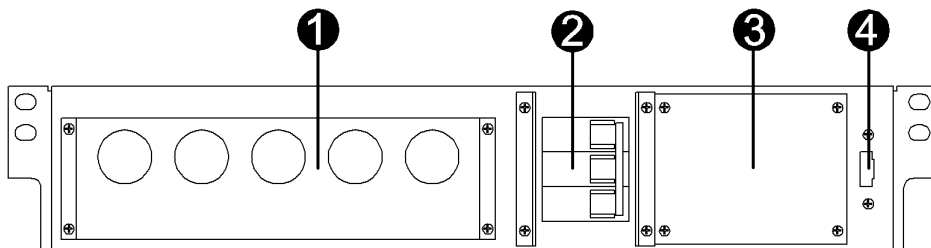

Рисунок 1 – Передняя панель модуля MBS 3/1 10K
- снять защитную крышку клеммной колодки **1** (см. рисунок 1) модуля, снять аналогичную защитную крышку ИБП;
- соблюдая фазировку соединить клеммные блоки входа переменного тока ИБП с правым клеммным блоком **9** и клеммными блоками **7** (см. рисунок 1) модуля;
- соблюдая фазировку соединить клеммные блоки выхода переменного тока ИБП с клеммными блоками **6** (см. рисунок 1) модуля;
- соблюдая фазировку подключить проводники нагрузки к левому клеммному блоку **9** и клеммным блокам **5** (см. рисунок 1) модуля;
- соблюдая фазировку подключить сетевые проводники к правому клеммному блоку **9** и клеммным блокам **8** (см. рисунок 1) модуля;
- убедиться в надежности присоединения проводников, установить защитную крышку клеммной колодки **1** (см. рисунок 1) модуля и аналогичную защитную крышку ИБП, затянуть фигурные гайки кабельных вводов защитной крышки ИБП;
- соединить сигнальным кабелем из комплекта поставки модуля разъем «**Порт контроля**» **4** (см. рисунок 1) модуля с разъемом «**Порт контроля Uвых**» ИБП, закрутить винты разъемов сигнального кабеля.
- убедиться, что автоматический выключатель **2** (см. рисунок 1) модуля находится в выключенном состоянии;
- снять защитную крышку переключателя обводной цепи **3** (см. рисунок 1) модуля, убедиться, что переключатель обводной цепи модуля находится в положении «UPS», установить защитную крышку на место;
- включить автоматический выключатель **2** (см. рисунок 1) модуля;
- снять защитную крышку переключателя обводной цепи **3** (см. рисунок 1) модуля; если предыдущий пункт не был выполнен, то при снятии защитной крышки срабатывает концевой выключатель модуля, сигнал с него транслируется посредством сигнального кабеля в ИБП, и ИБП принудительно переключается на встроенную обводную цепь;
- отключить автоматический выключатель **2** (см. рисунок 1) модуля, дождаться полного выключения ИБП.
- включить автоматический выключатель **2** (см. рисунок 1) модуля, при этом напряжение сети подается на вход ИБП, и ИБП должен перейти в режим работы по встроенной обводной цепи;
- установить защитную крышку переключателя обводной цепи **3** (см. рисунок 1) модуля на место;
- включить автоматический выключатель 2 (см. рисунок 1) модуля;